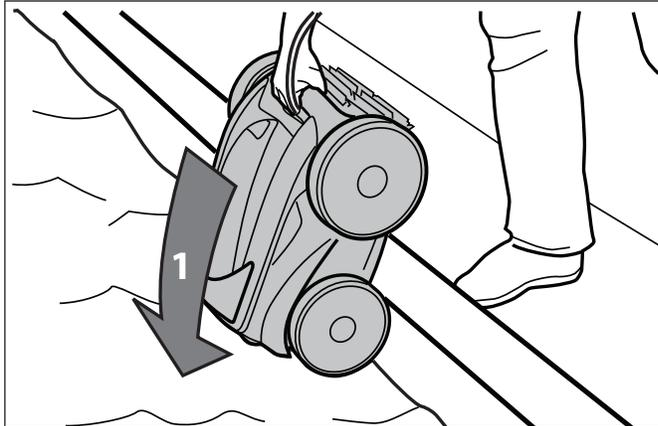

Figure 12. Immersion du nettoyeur à la verticale
2. Au point central, immergez le nettoyeur dans la piscine et tenez-le à la verticale pour libérer tout l'air emprisonné à l'intérieur. (Figure 12).